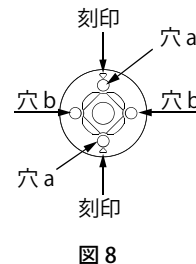

図 8
2. ピンを三角形の刻印のある穴 a (2カ所) から、刻印のない穴 b へ入替えてください。(図 8)